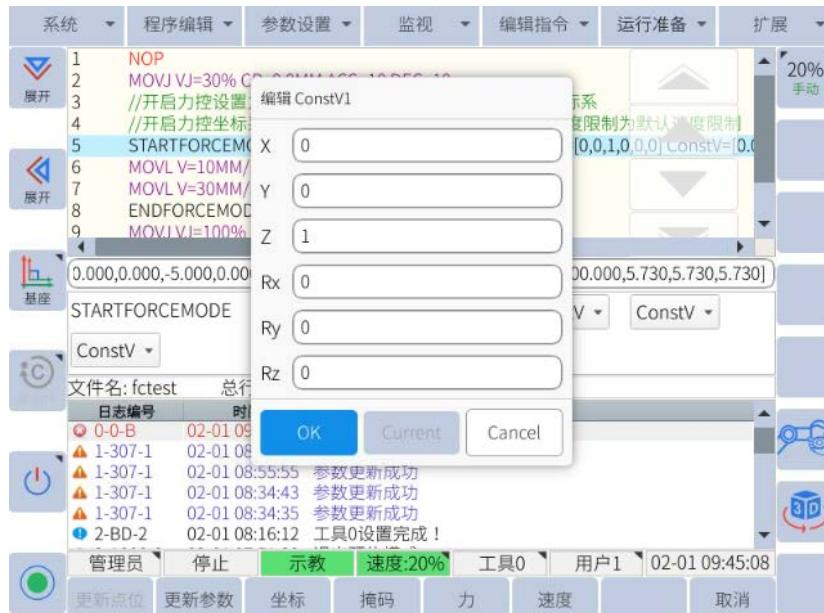

图 6-50: 掩码界面自由度的掩码设置
- 通过点击**掩码**按钮设置各个自由度的掩码。每个自由度掩码包含运动控制（编号为0）和力跟踪（编号为1）两种状态。如图6-50所示（此时的掩码001000表示在当前力控坐标系的Z轴方向为力跟踪状态）：